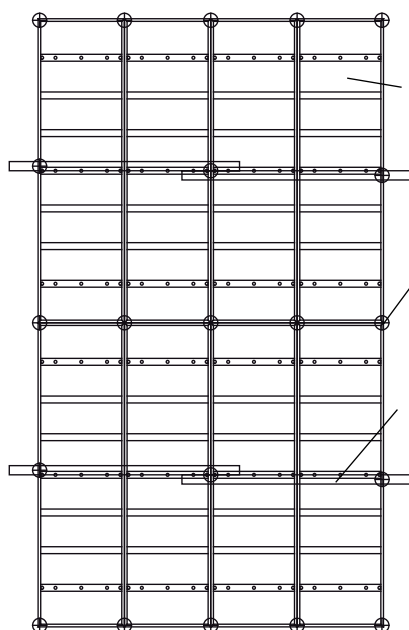
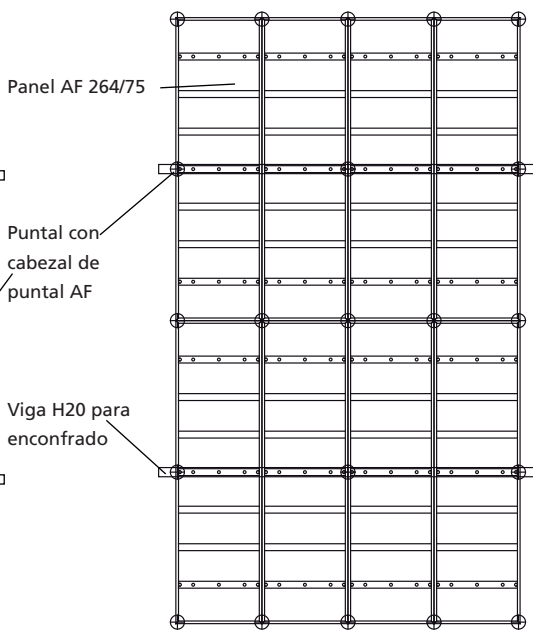

Fig. 10.2 Dos vigas H20 para encofrado, c/u soportando un campo
Fig. 10.3 Una viga H20 soportando dos campos
**Cargas admisibles para AluFix 264/75 con vigas H20 como soporte intermedio para un campo (Fig. 10.2) o para dos campos (Fig. 10.3)**